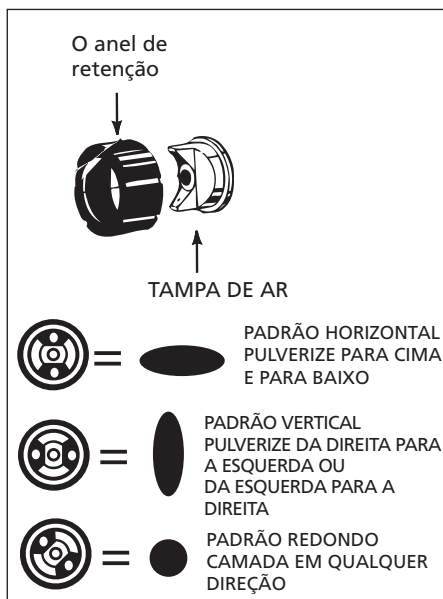

Figura 12 - Ajustando o "tipo padrão de pulverizações"
- Para ajustar o "tipo" de padrão de pulverização, gire a tampa de ar para a posição do padrão desejado (veja a Figura 12).